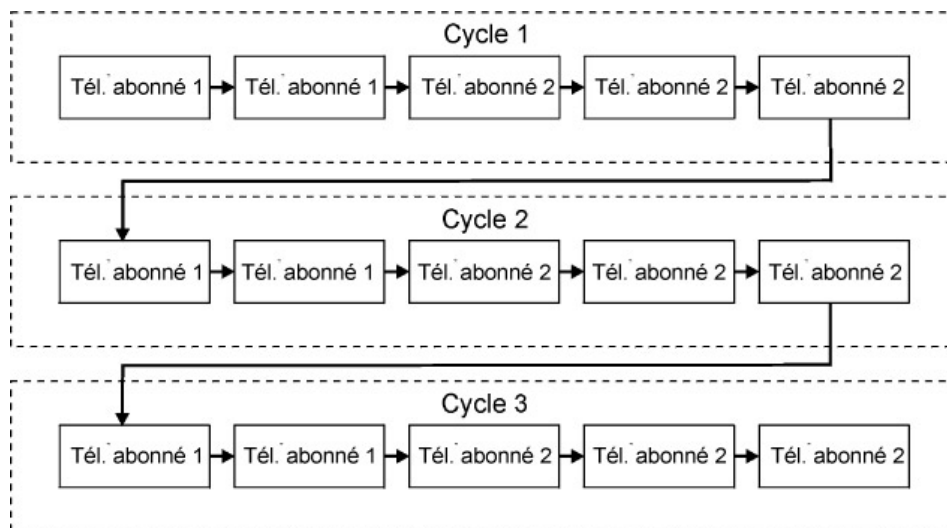

Figure 10.1: Suite de cycle rapports d'événements standard
3. Appuyez sur .. lorsque les paramètres désirés sont affichés. Dans l'exemple de la figure 10.1, 2 tentatives d'appel ont été programmées pour l'abonné 1, 3 tentatives le sont pour l'abonné 2 et le nombre total de cycles de communication programmé est de 3.